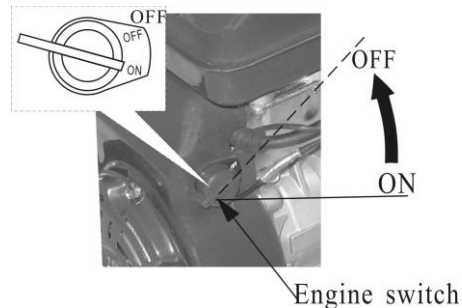

Рис.12
2. Поставьте выключатель двигателя в положение OFF (Рис. 12).